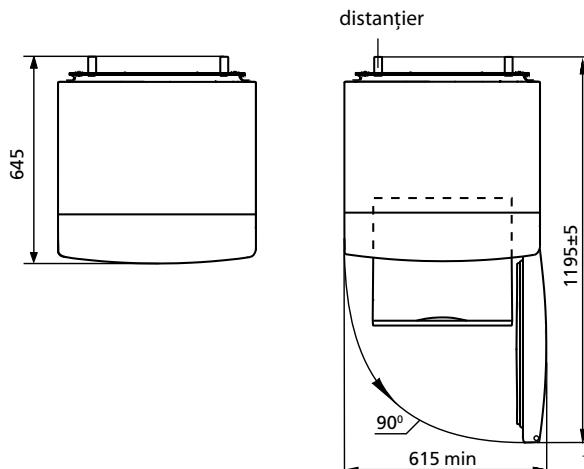

Figura 2 – Frigider (vedere de sus)
**1.3** Spațiul total necesar pentru funcționarea frigiderului se determină de dimensiunile, indicate în milimetri în figura 2. Pentru extragerea liberă a componentelor din frigider este necesar de deschis ușa la unghiul nu mai mic de 90°.